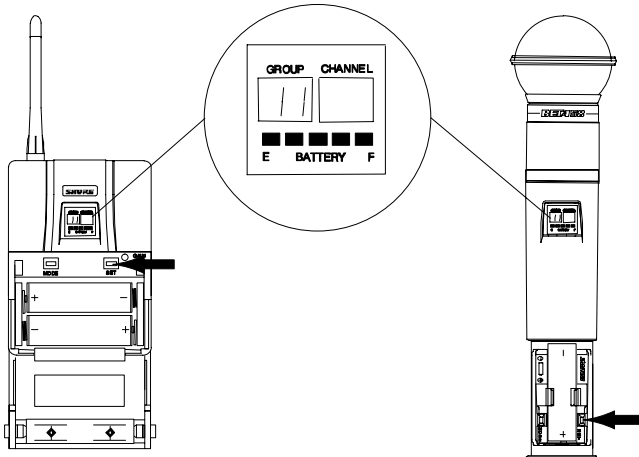

FIGURA 39
- Oprima el botón de FIJACION para cambiar el valor del Grupo, como se muestra en la Figura 39.